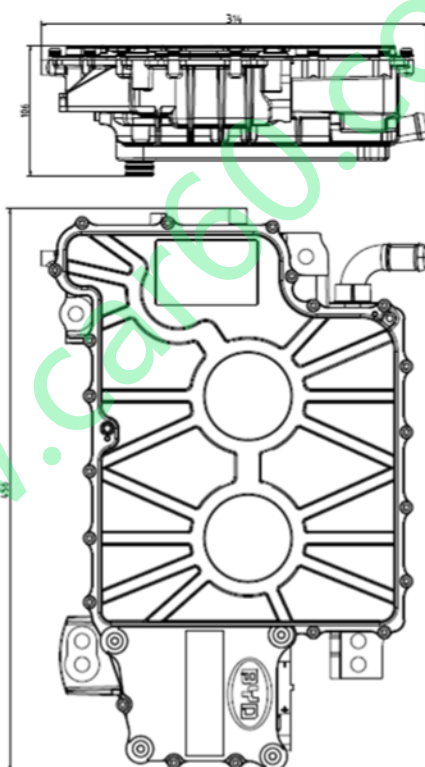

图 9
4. 驱动电机控制器总成外观尺寸大小 $A \times B \times C = 456\text{mm} \times 314\text{mm} \times 106\text{mm}$ (见下图 9):